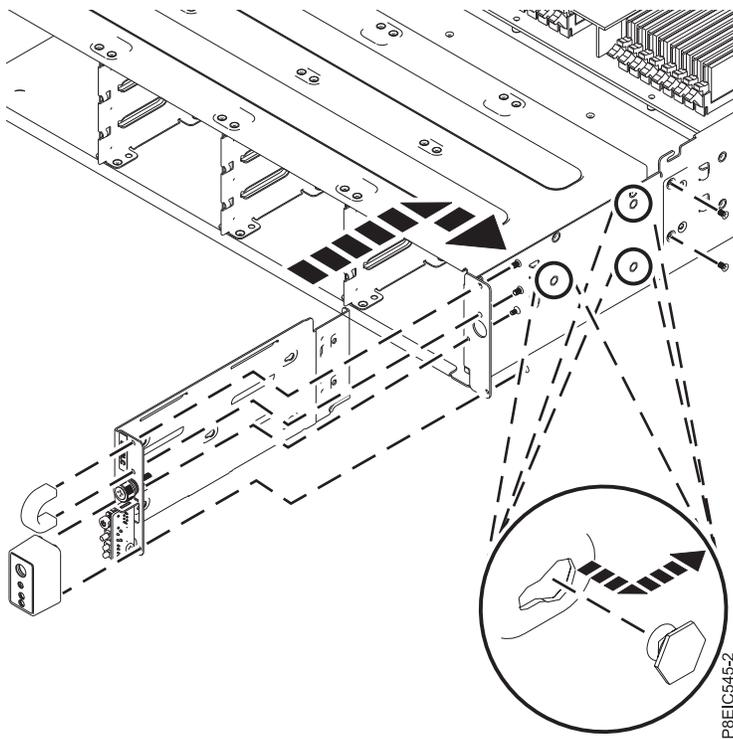

Figura 64. Sustitución de interruptor de alimentación y cable
3. Inserte el interruptor de alimentación y cable en el chasis, tal como se muestra en Figura 64.
4. Alinee el conjunto del interruptor de alimentación con las patillas dentro del chasis y, a continuación, deslice el conjunto del interruptor de alimentación hasta la parte posterior para fijarlo con las patillas, tal como se muestra en Figura 64 en la página 58.
6. Sustituya los cuatro tornillos que fijan el frontal del interruptor de alimentación y el asa, tal como se indica en Figura 64 en la página 58.